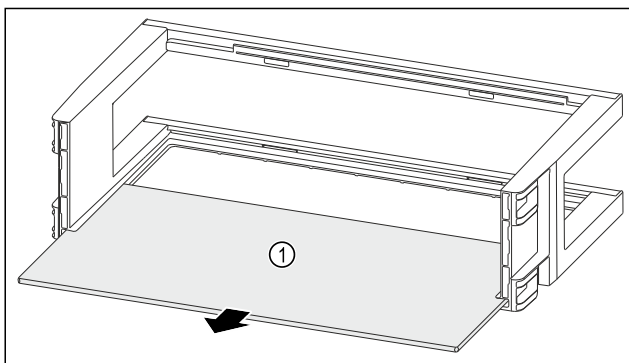

Fig. 111
- ▶ Draagplateau Fig. 111 (1) verwijderen.